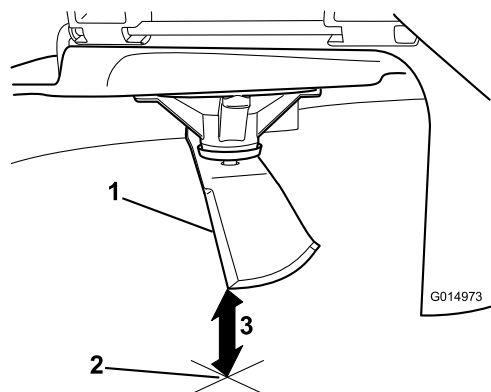

Bild 67
5. Messen Sie von der Messerspitze bis zu ebenen Fläche (**Bild 67**).